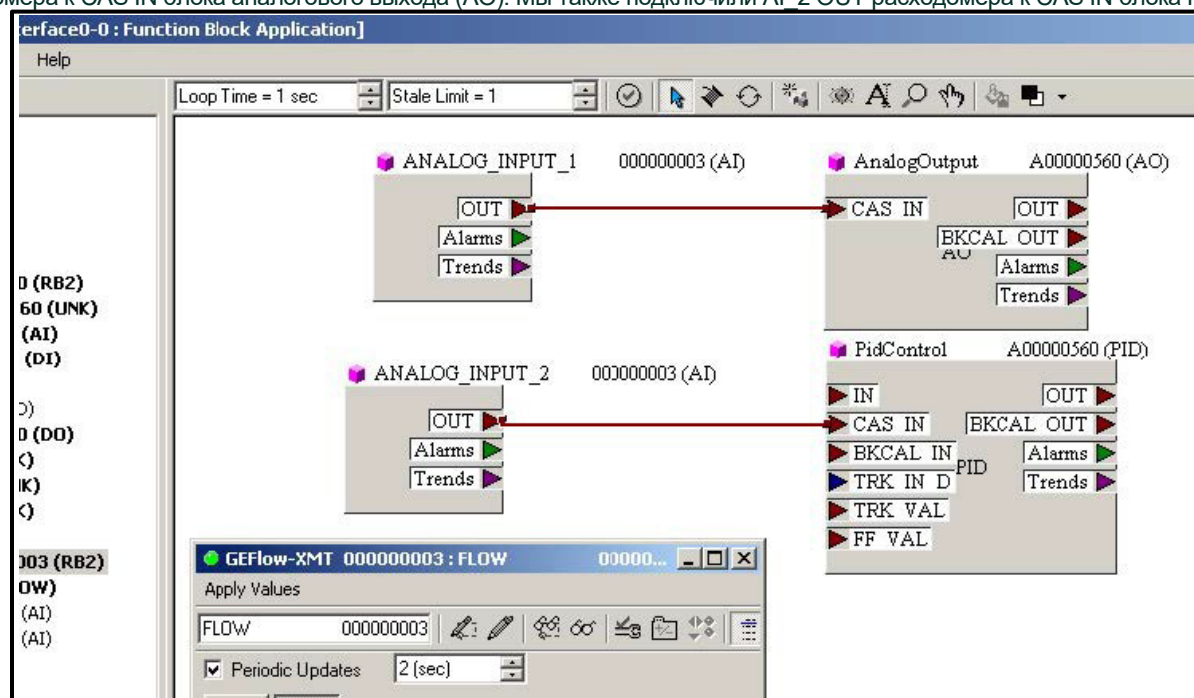

Рисунок 44: Приложение Function Block
На рис. 44 показан пример настройки с использованием редактора Function Block Application. Отображаются блоки аналоговых входов (AI) расходомера, а также аналоговый выход (AO) и PID другого устройства в сети. Мы подключили AI_1 OUT расходомера к CAS IN блока аналогового выхода (AO). Мы также подключили AI_2 OUT расходомера к CAS IN блока PID.